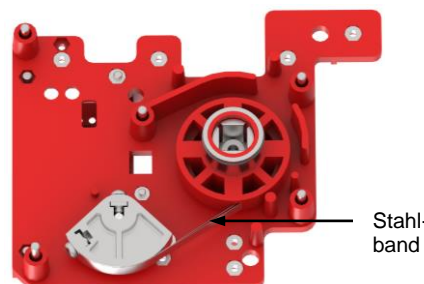

Bild 4
Mittelstellung des Antriebsvierkants (bereit zum Aufsetzen der in Stellung gemäß Bild 4 befindlichen Grundplatte).
- 4 Beachten Sie die Begrenzung des Drehwinkels der Stellungsreglerwelle durch das, mit dem Kreissegment verbundene, Stahlband (siehe Bild 4).